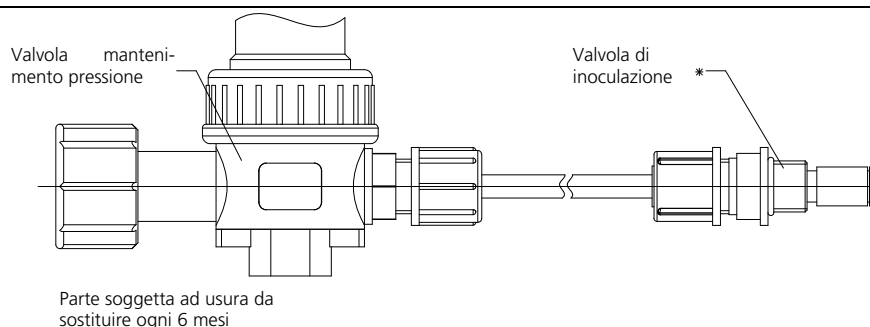

Fig. 1: Collegamento dell'impianto di tosatura GENODOS® DM-B
- La tubatura per dosatura al punto di dosaggio deve essere installata saldamente e senza piegature. La tubatura per dosatura deve essere il più breve possibile. Il montaggio della tubatura per dosatura è riportato in Fig. 1.